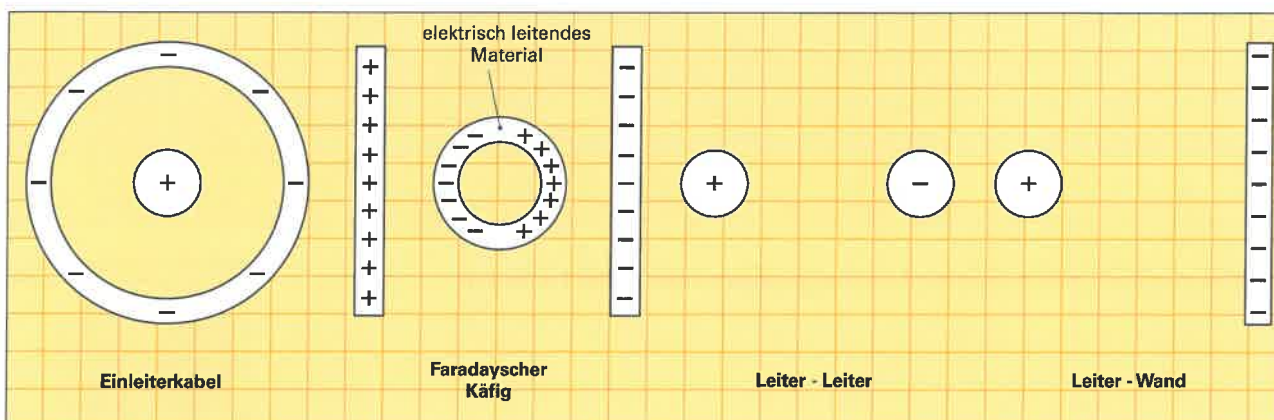

Bild 1: Beispiele elektrischer Felder
2. Zeichnen Sie bei den vier Beispielen von **Bild 1** jeweils mehrere elektrische Feldlinien ein. Geben Sie die Richtung der Feldlinien an. Kennzeichnen Sie farblich einen vorhandenen feldfreien Raum.